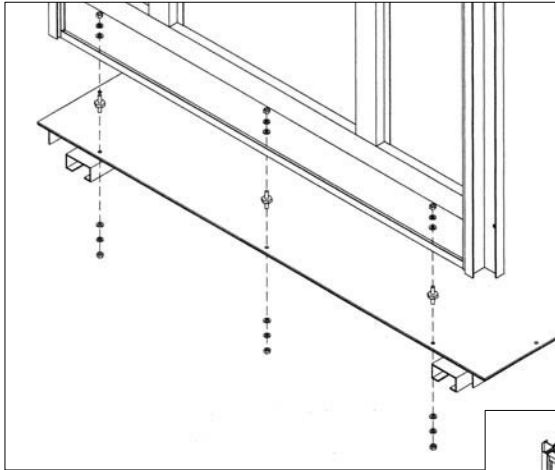
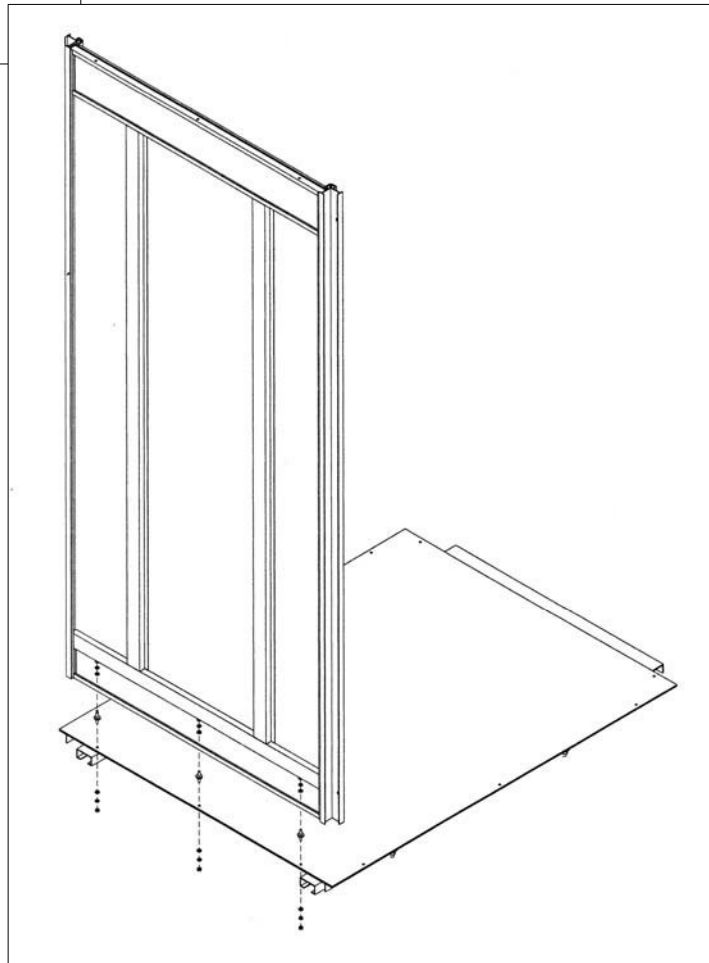

fig.4
fig.5
- Avvitare i perni alla parete di fondo come mostrato sulla fig.4. poi introdurre la parete ne vano e posizionarla su pavimento vedi fig.5.
- *Screw the threaded pivots to bottom of rear wall,fig.4,then assembly with car floor ready on the car frame see fig.5.*